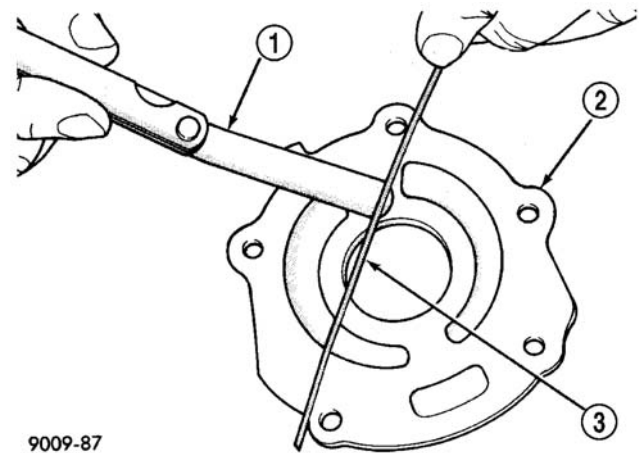

图 112 检查油泵外盖平度
- （2）横放一支直尺在泵外盖表面（图 112）。在外盖与直尺之间若能插入 0.025mm (000lin.) 的厚薄规,则外盖应更换。